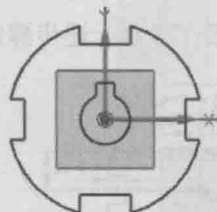

图 1.2.10 快速修剪 2
Step8. 参照上述步骤修剪其他多余的线条，结果如图 1.2.10 所示。